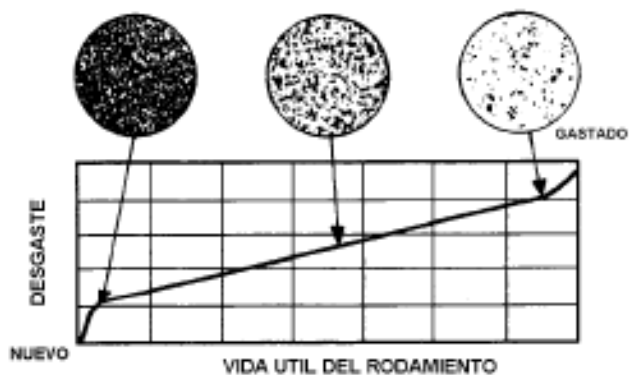

FIGURA 7-14.
- Rodamientos de la camisa - Inspeccione el color de la superficie. Consulte la Figura 7-14..